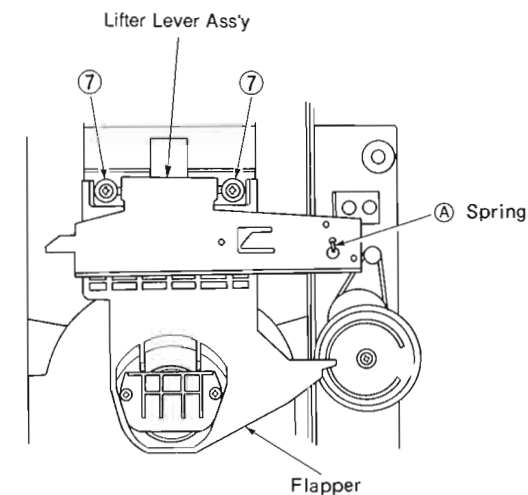

Fig. 4
- Remove spring (A) in Fig. 4.
- Remove 2 screws (⑦) in Fig. 4, and then remove the Flapper and lifter lever assembly.
- ④のスプリングをはずす。(Fig. 4)
- ⑦のネジ2本をはずし、フラッパー及びリフターレバーAss'yをはずす。(Fig. 4)